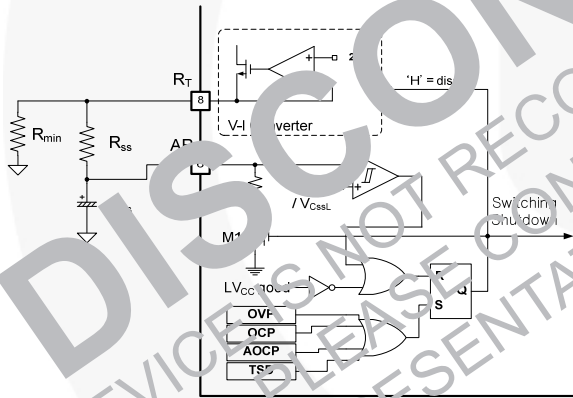
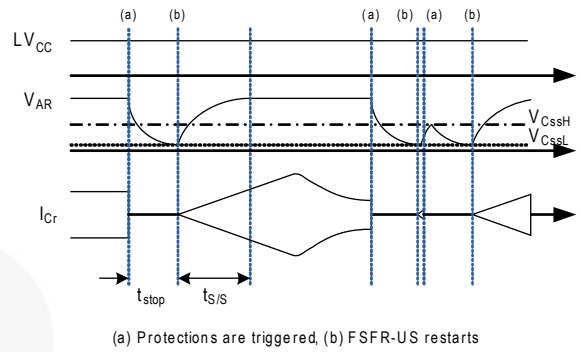

图 20. AR 引脚的内部框图
图 21. 自动重启操作
4. 自重启：即使外部电源电压触发内置保护，FAN7621S 也可自动重启。如图 20 和图 21 所示；一旦触发任何保护，M1 开关即导通并且禁用 V-I 转换器。C_{SS} 开始放电，直至 C_{SS} 上的 V_{CSS} 降至 V_{CSSL}。然后所有保护复位，M1 关断，并且 V-I 转换器恢复。FAN7621S 再次通过软启动开始开关操作。如果在 V_{CSS} 处于 V_{CSSL} 和 V_{CSSH} 电平以下时触发保护，将立即终止开关操作，V_{CSS} 继续增大直至达到 V_{CSSH}，然后 C_{SS} 被 M1 放电。
5. 保护电路：FAN7621S 具有多个自我保护功能，如过流保护 (OLP)、异常过流保护 (AOCPP)、过压保护 (OVP) 和热关断 (TSD)。这些保护具有自动重启模式保护，如图 21 所示。